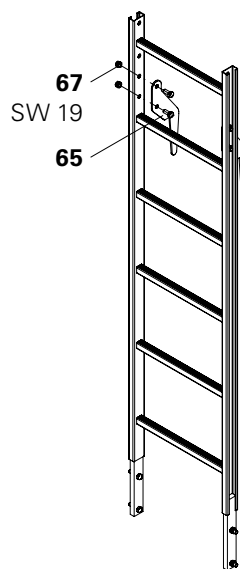

Fig. B1.39
Se la scala sottostante rientra nella tipologia da appendere, fissare l'aggancio trattenuta scala (65) con viti ISO 4017 M12 x 25-8.8 (67), Ch 19. (Fig. B1.39)